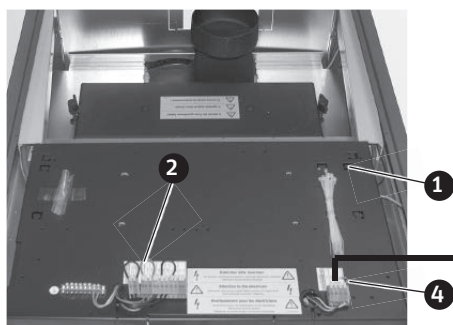
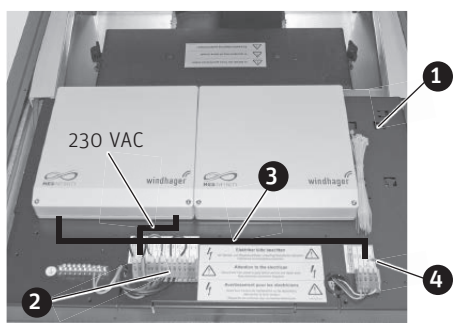

Fig. 90 Morsetti di collegamento per componenti di sicurezza e collegamento LON ai moduli funzionali (regolazione MES INFINITY)
Fig. 92 Modulo funzionale (regolazione MES INFINITY) montato sul quadro di comando della caldaia
- sul quadro di comando della caldaia (Fig. 92) – punto 14.2.
Il collegamento LON e i collegamenti per i componenti di sicurezza si trovano sul coperchio del quadro di comando (morsetti senza viti con molla a gabbia). Questi collegamenti devono essere realizzati con cavo flessibile in PVC a fili sottili – Fig. 90, Fig. 92.
La resistenza del collegamento LON e i ponti dei componenti di sicurezza devono essere rimossi solo una volta effettuato il collegamento – Fig. 90, Fig. 92.